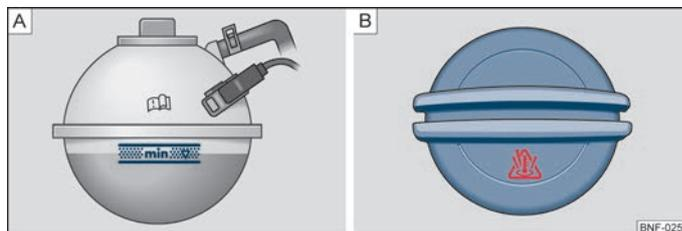

Abb. 94 Motorraum: Kühlmittelausgleichsbehälter
- Prüfen Sie den Kühlmittelstand am Kühlmittelausgleichsbehälter ⇒ Abb. 94 - ⓐ. Der Kühlmittelstand muss bei kaltem Motor zwischen den Markierungen „MIN“ und „MAX“ liegen. Bei warmem Motor kann er auch etwas über der Markierung „MAX“ liegen.
- Legen Sie einen Lappen auf den Verschlussdeckel des Kühlmittelausgleichsbehälters ⇒ Abb. 94 -  und schrauben Sie den Deckel **vorsichtig** linksherum ab ⇒ .